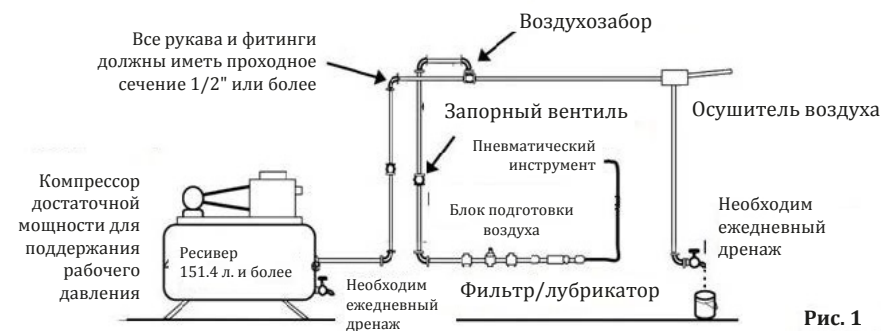

Рис. 1
2. Затем подключите другой конец рукава с фитингом к блоку подготовки воздуха (фильтр + лубрикатор), к гайковерту и включите компрессор (рисунок 1).